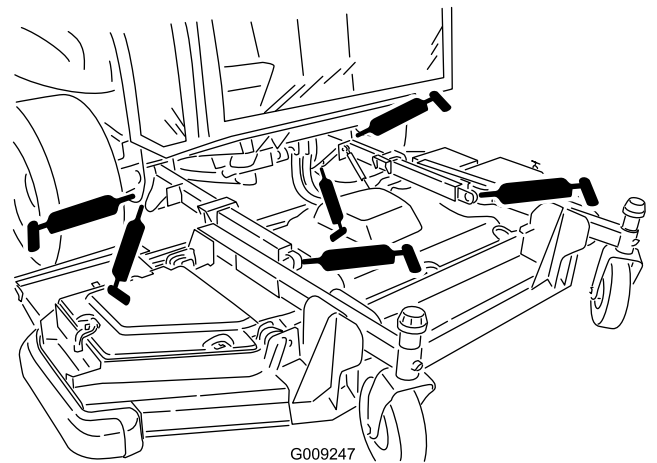

Figure 53
- 2 bagues de bras de levage (Figure 53)
- 2 rotules de bras de levage (Figure 53).
- 2 pivots de vérins de levage de tablier avant (Figure 53)